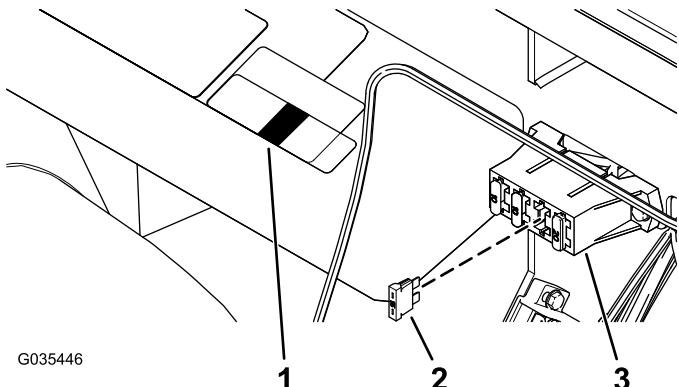
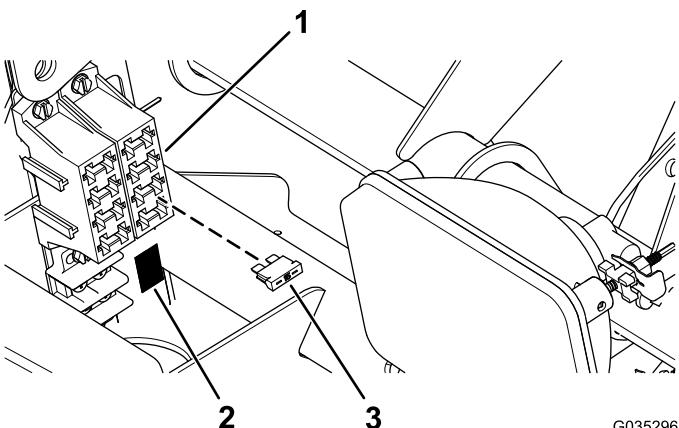

Figure 10
Figure 11
1. Insérez le fusible (15 A) dans le porte-fusible et appliquez l'autocollant du fusible en dessous du porte-fusible (Figure 10 ou Figure 11).